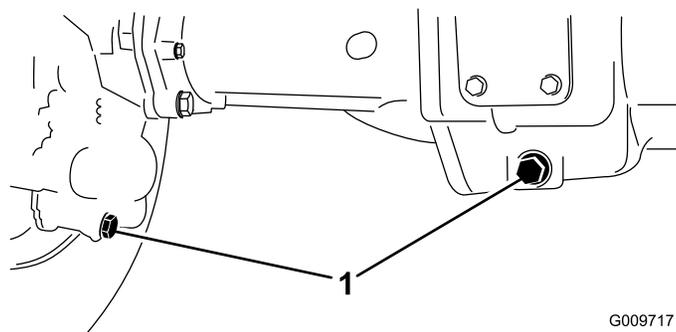

Figura 66
2. Pulite attorno ai 3 tappi di spurgo, 1 per lato ed 1 in centro (Figura 66).